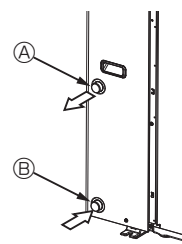

Fig. 4-1
4.1. Připojení vodního potrubí (Fig. 4-1)
- Umístění vstupního a výstupního potrubí je znázorněno na Fig. 4-1.
[Fig. 4-1]